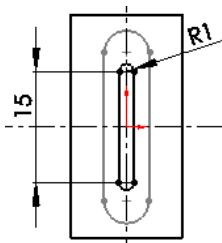

图 7.7.7 草图 3
Step5. 创建图 7.7.7 所示的草图 3。选择下拉菜单 **插入(I)** → **草图绘制** 命令，选
择基准面 1 为草图基准面，绘制图 7.7.7 所示的草图。